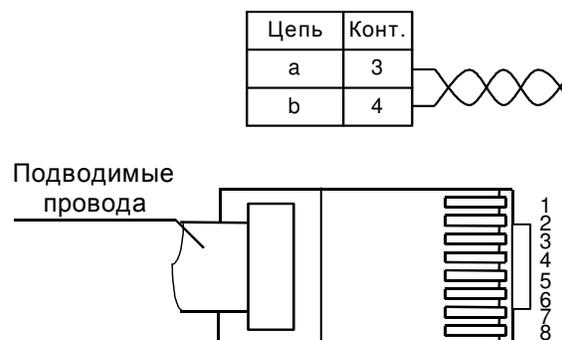

Рисунок 10 – Схема внешних подключений к стыкам FXS и FXO
- соедините блок Оптик-NGE по стыку Ethernet 10/100Base-TX с сетью Ethernet (HUB или компьютер непосредственно), схема раскладки шнура приведена в разделе 2, рисунок 10;